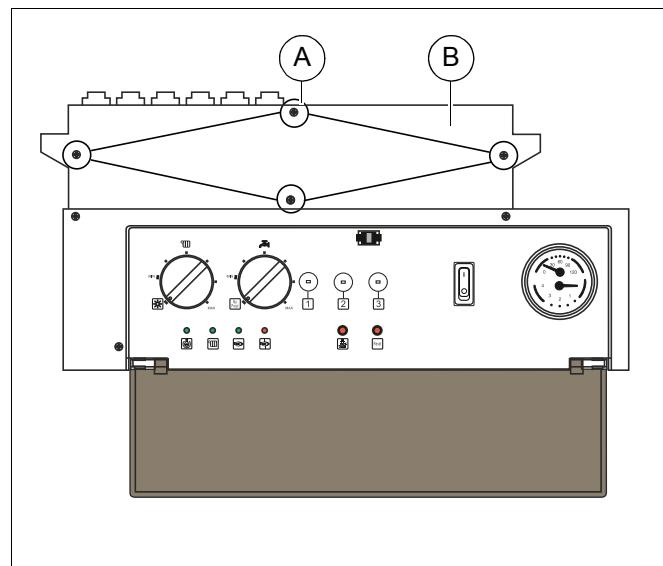

Рис. 33 Открыть доступ к подключениям
- Для доступа к подключениям открутить четыре винта (рис. 33, **поз. А**) и снять крышку (рис. 33, **поз. В**).